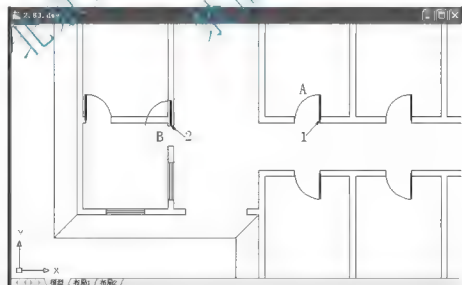

图 2.82 将 A 门复制到 B 处
(1) 用【复制】命令将 A 门复制到 B 处，如图 2.82 所示。
- ① 单击【修改】工具栏上的【复制】图标 ，启动【复制】命令。
- ② 在选择对象：提示下，选择 A 门作为被复制的对象，并按 Enter 键进入下一步命令。
- ③ 在指定基点或【位移(D)】<位移>：提示下，捕捉 A 门的 1 点作为复制基点。
- ④ 在指定基点或【位移(D)】<位移>：指定第二个点或 <使用第一个点作为位移>：提示下，捕捉 B 门洞口的 2 点。这样，就将 A 门复制到了 B 门洞口处。